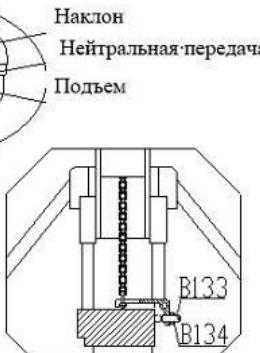

Рисунок 4.
- Попробуйте повернуть рывками ручку и с помощью рычага B107 привести в действие механизм на различных передачах, чтобы увидеть, хорошо ли работает тележка при подъеме, нейтральной передаче и спуске. См. Рис. 4.